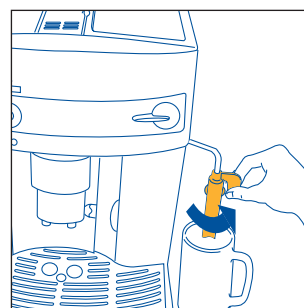
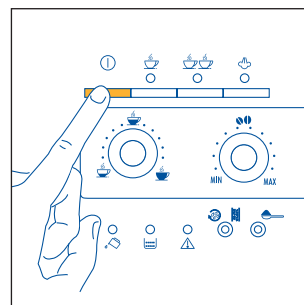

Fig. 3
Fig. 4
2. Desplace el emulsionador hacia afuera y coloque una taza abajo (fig.3) y encienda la máquina presionando el botón ① (fig.4).
- gire el emulsionador hacia el exterior de la máquina (fig. 3).
- Coloque un recipiente debajo del emulsionador (fig. 3).
- Desplace hacia afuera el emulsionador (fig. 3).